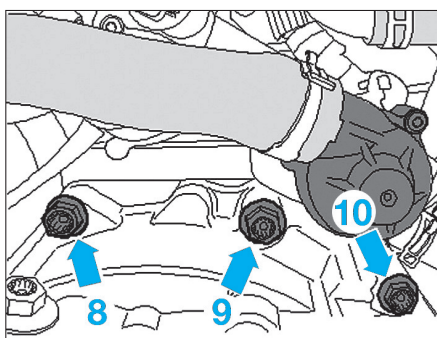

Fig. 4
- les vis supérieures (8), (9) et (10) du tour de boîte de vitesses (Fig.4).